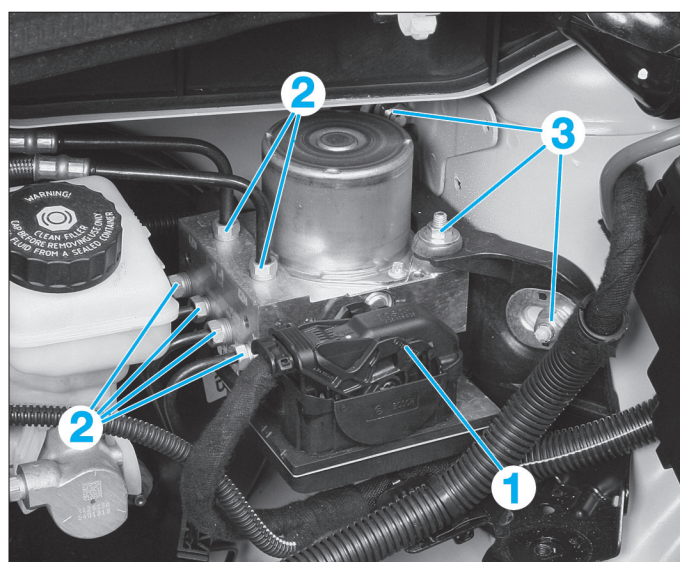

Fig. 26
- Déverrouiller et débrancher le connecteur (1) du calculateur ABS (Fig.26).
- Débrancher les canalisations (2) du bloc hydraulique.
- Déposer les écrous (3).